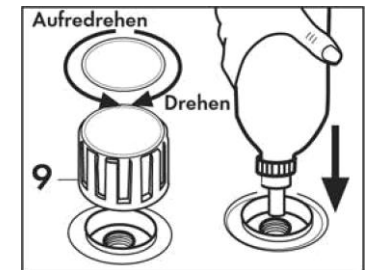

Abb. 3
Den Einfüllstutzen des Heizkessels (9) nach unten drücken und gleichzeitig gegen den Uhrzeigersinn abschrauben; die Flasche umkippen und den Flaschenverschluss in die Heizkesselöffnung stecken, um die Flasche zu leeren; dazu die Flasche gegen die Heizkesselöffnung drücken, um den Sicherheitsverschluss zu öffnen. Wenn der Heizkessel mit Wasser gefüllt ist, den Stutzen (9) in den Uhrzeigersinn zuschrauben und kontrollieren ob er richtig festgeschraubt ist (Abb. 3).